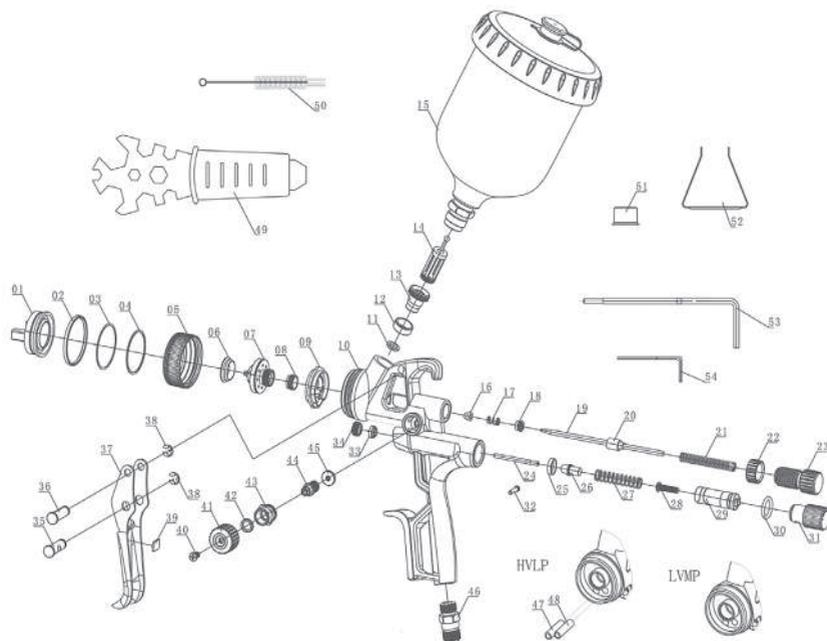

Рис. 1
СХЕМА КРАСКОПУЛЬТА (Рис. 1)
- ПЕРЕД РАЗБОРКОЙ, ЧИСТКОЙ ИЛИ СЕРВИСНЫМ ОБСЛУЖИВАНИЕМ КРАСКОПУЛЬТА ОБЯЗАТЕЛЬНО ПРЕКРАТИТЕ СООТВЕТСТВУЮЩИМИ РЕГУЛЯТОРАМИ ПОДАЧУ ВОЗДУХА К КРАСКОПУЛЬТУ (Рис.2.1) И ПЕРЕКРОЙТЕ ПОДАЧУ ЛАКОКРАСОЧНОГО МАТЕРИАЛА В НЁМ (Рис.2.2), ПОСЛЕ ЧЕГО СБРОСЬТЕ ДАВЛЕНИЕ В ВОЗДУШНЫХ КАНАЛАХ КРАСКОПУЛЬТА НАЖАТИЕМ НА ЕГО КУРОК (№37 на Рис.1).